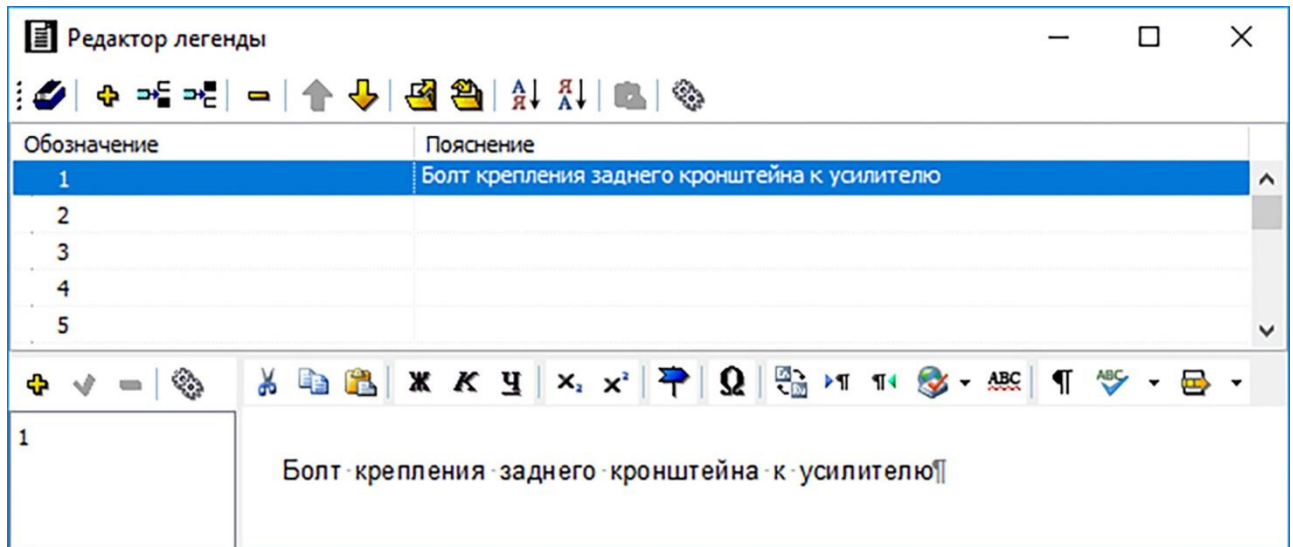

Рисунок 236
3) В окне **Редактор легенды** загрузятся номера выносок иллюстрации (рисунок 236). Щелкните два раза левой кнопкой мыши в разделе **Пояснение** напротив номера первой выноски. При этом курсор перейдет в окно, открывшееся в нижней части редактора. Введите пояснение к первой выноске (рисунок 236).